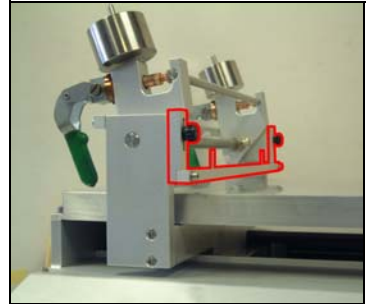

Bild 10. Schiebeleiste
2. Bringen Sie die Schiebeleiste in ihrer Position an und ziehen Sie die Rändelschrauben fest (Bild 10).